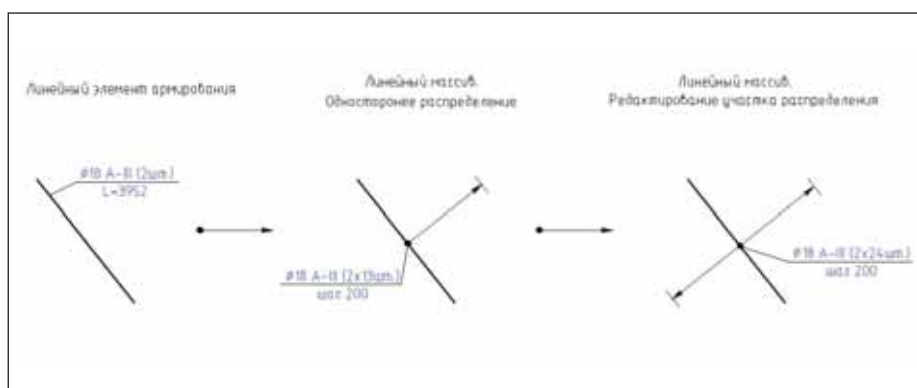

Рис. 3
- изменено поведение объекта при редактировании с помощью "ручек": возможность выполнять одностороннее распределение и наоборот (рис. 3);